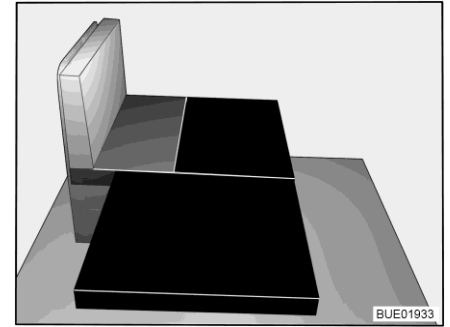

Fig. 71 Después de la transformación
- Colocar el cojín adicional grande en el alojamiento de cojín (véase Fig. 71).